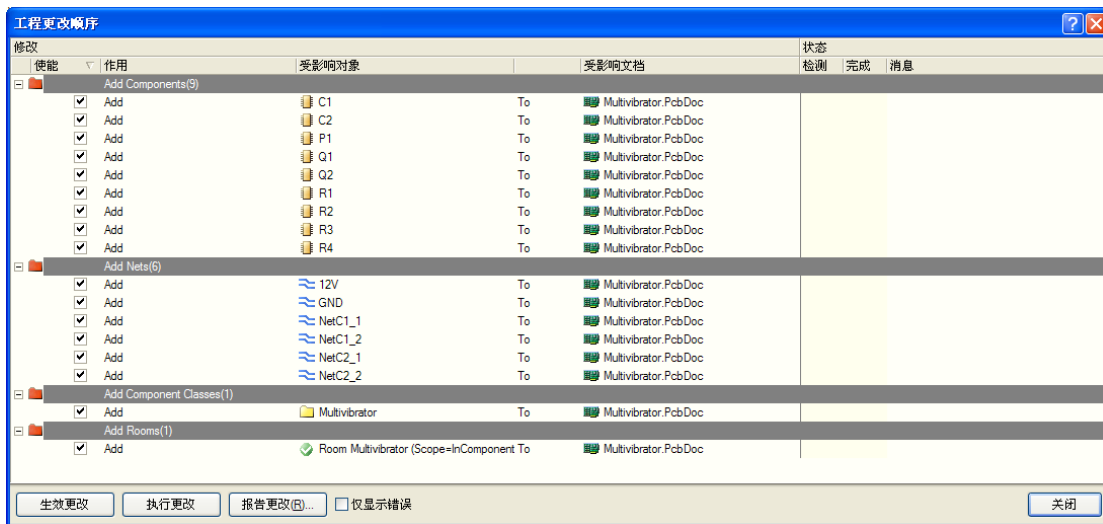

图 2-29 Engineering Change Order(工程更新操作顺序)对话框
2. 单击菜单栏中的 Design\ Update PCB Document Multivibrator. PcbDoc (更新 PCB 文件)”命令，系统将对原理图和 PCB 图的网络报表进行比较并弹出一个“Engineering Change Order(工程更新操作顺序)”对话框，如图 2-29 所示。